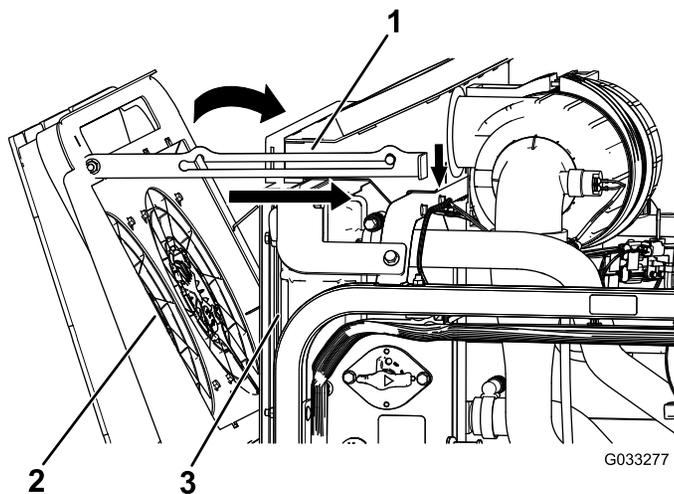

図 115
4. エンジン冷却ファンをラジエターを前側に倒して支え棒で支える (図 115)。